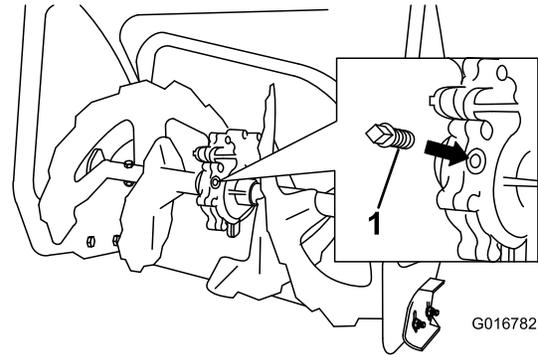

Bild 48
2. Reinigen Sie den Bereich um den Rohrverschluss (Bild 48).